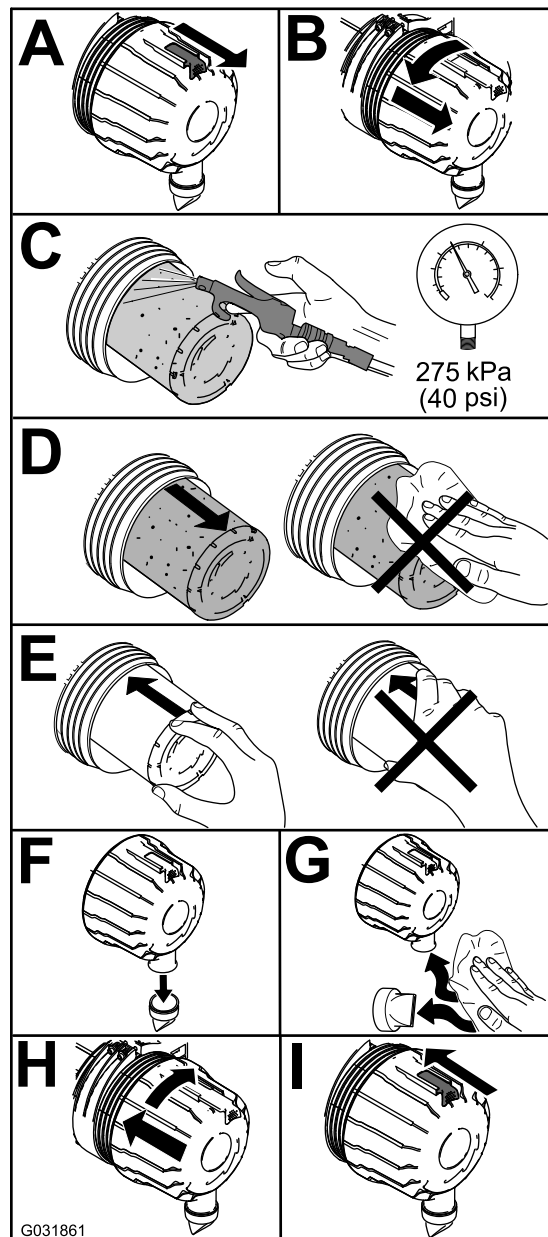

Bild 55
1. Tauschen Sie den Luftfilter aus (Bild 55).